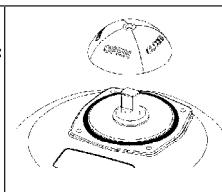

Bild 12: Stellungsanzeiger Demontage
- Stellungsanzeiger entfernen (siehe „Bild 12“).